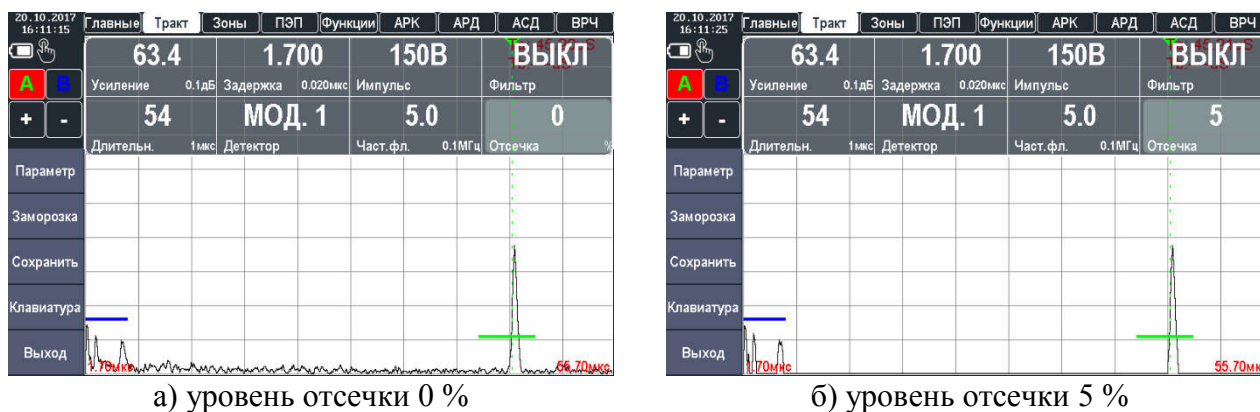

Рисунок 2.25 – Установка уровня отсечки сигнала
- Установка уровня отсечки сигнала «ОТСЕЧКА», задается в процентах. Часть А-скана ниже заданного в % от высоты экрана уровня может не обрабатываться и не выводиться на экран, упрощая визуальное восприятие сигнала (рис. 2.25).